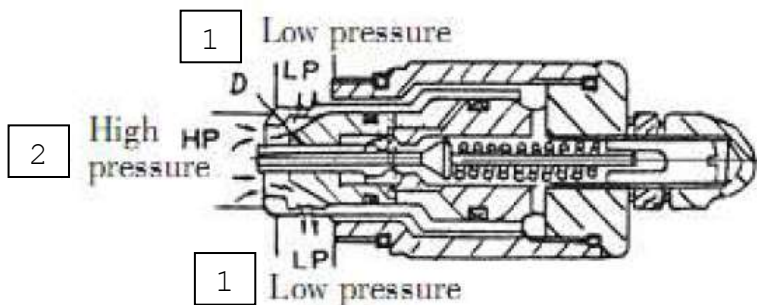

Рис. 3-6-9:
(4) По сравнению с давлением в отверстии цилиндра "НР" внутреннее давление становится несбалансированным, в результате чего тарельчатый предохранительный клапан "D" открывается и, таким образом, масло поступает непосредственно в канал низкого давления "LP" (см. Рис. 3-6-9).